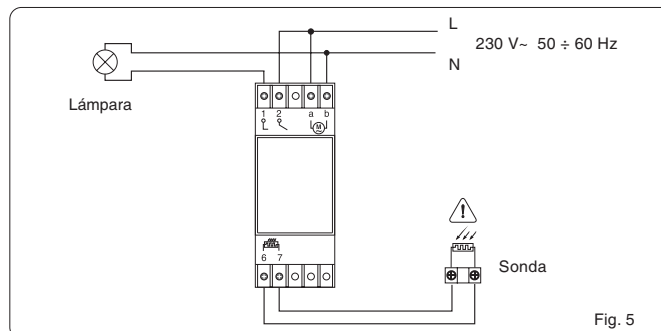

Fig. 5
- Introducir el cable en el pasacable y efectuar las conexiones a los conectores (fig. 5).